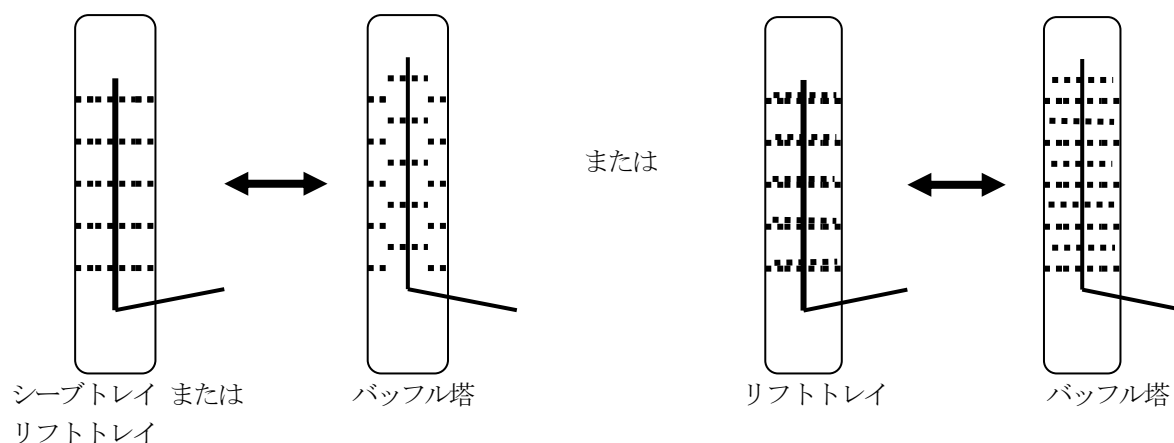

図1 チェンジトレイの概念図
チェンジトレイは①リフトトレイ型×2と②シーブトレイ型の3種類あり、図1に示した簡単な構造です。エステル化反応やエステル交換反応では反応副生成物である水分や軽沸成分を除去する必要があり、反応初期と後期では蒸発量が大きく異なるので運転操作範囲の広いリフトトレイ塔が活躍しています。しかし、チェンジトレイの開発のきっかけとなったのは、①リフトトレイよりももっと広い操作範囲を持つが、構造が単純である塔がほしい。②初期は常圧単蒸留、次に10段以上の分離効果を持つ溶媒蒸留で徐々に減圧運転をする、そして2～3段の精留効果を持たせながら圧力損失を抑えた高真空での高沸点物の蒸留ができないか？、③飛沫同伴を抑え限りなく0に近い圧損での高真空単蒸留で重合性のあるモノマーの精製を行えないか？等々のニーズからでした。従来は塔の段数を運転中に変更することなど不可能であり、塔の中で重合などの危険性がある状態であっても最後まで運転するか、または、追い出し用の太い配管を別に設けるしか方法はありませんでした。ここに開発したチェンジトレイは塔外部よりトレイの状態の設定ができる非常に簡単な仕掛けですが、上記の悩みを一気に解決し、大きな効果を発揮しています。蒸留塔が必要な時には棚段として作動し、棚の中間状態も塔の外部から調整ができるなど、圧損を外部から変えられるようにしています。蒸発操作で追出しの時にはトレイの一部を持ち上げて、大きな通路を確保し、飛沫同伴防止を兼ねたバッフル塔として運転することができます。チェンジトレイを必要な段数ごとに、別々に動かすことで、必要な段数だけを有効に利用することも可能です。